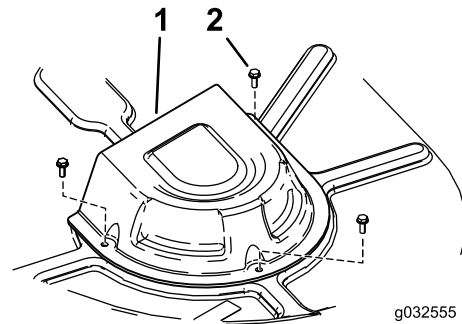

Figure 60
4. Déposez les couvercles de poulie (Figure 60).
8. Reposez les couvercles de poulie (Figure 60).